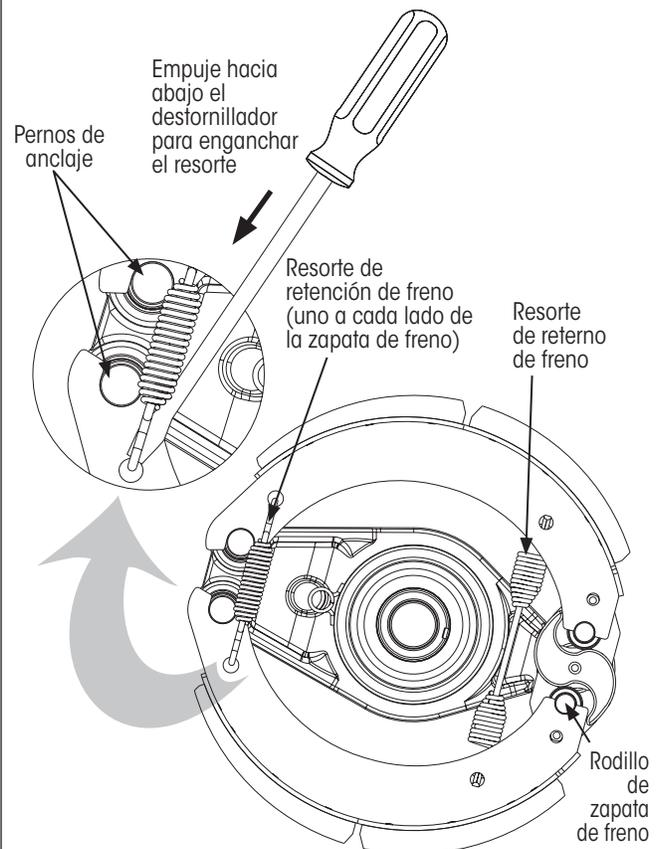
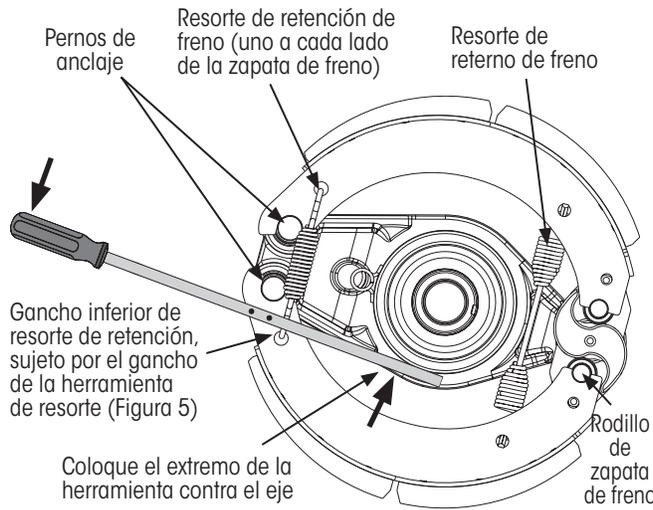

Figura 49: Instalación del resorte de retención del freno con la Herramienta A
Figura 50: Instalación del resorte de retención del freno con la Herramienta B
10. Mientras sostiene manualmente la zapata de freno inferior, use la Herramienta A (Figura 49) o la Herramienta B (Figura 50) para **enganchar** ambos resortes de retención del freno en el extremo de anclaje de las zapatas de freno.